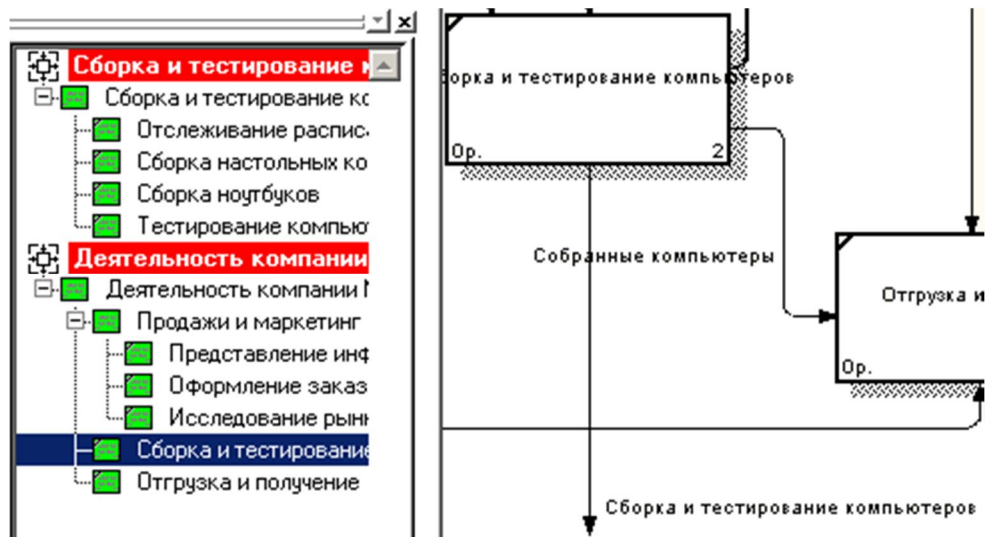

Рис. 16. Расщепление диаграммы
4. Посмотрите на результат: в панели слева Model Explorer выделилась новая модель Сборка и тестирование компьютеров, на диаграмме A0 модели "Деятельность компании New Computer" появилась новая стрелка вызова механизма "Сборка и тестирование компьютеров" (рис. 16).